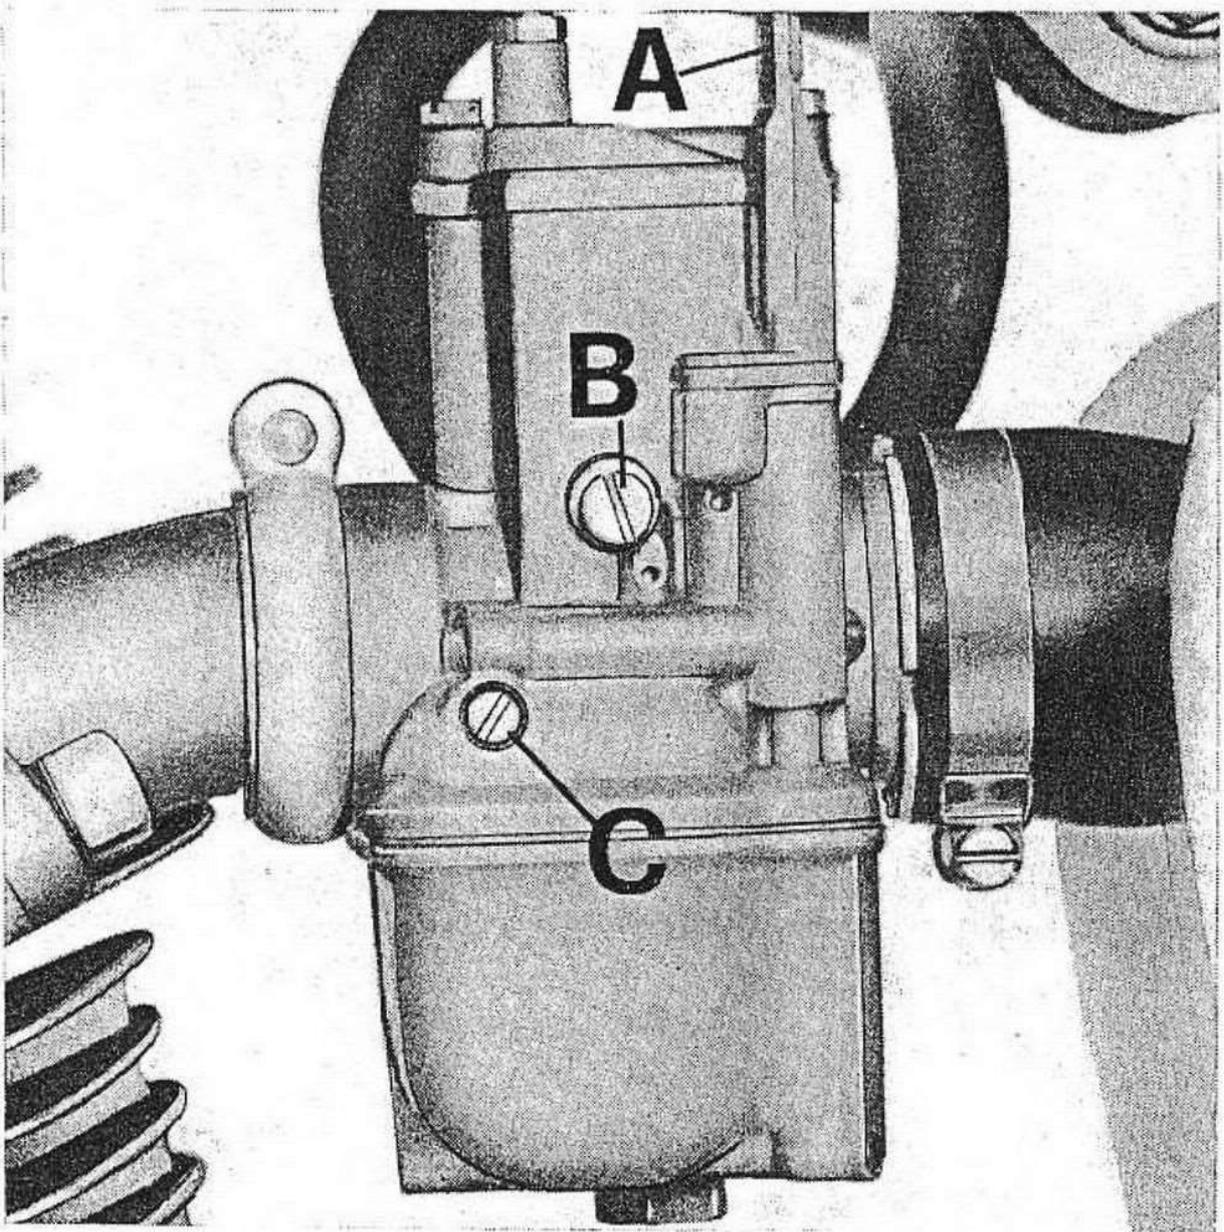

Fig. 14
- Levetta comando dispositivo per facilitare l'avviamento a MOTORE FREDDO a sinistra sul carburatore stesso (vedere A di fig. 14).
Per la partenza a MOTORE FREDDO azionare la levetta (A di fig. 14) portandola in posizione di avviamento (verticale). Dopo qualche secondo nella stagione calda, e qualche minuto, nella stagione fredda, che il motore è avviato, portare detta levetta in posizione di marcia (orizzontale).
### Regolazione della carburazione (ved. fig. 14)
- 2) Controllare che la levetta comando dispositivo di avviamento (A di fig. 14) sia in posizione di marcia (orizzontale).
- 3) Avviare il motore e portarlo a temperatura di funzionamento (MOTORE CALDO), avvitare a fondo la vite di regolazione minimo benzina (C) e svitarla successivamente di  $3/4$  di giro.
- 4) Agire sulla vite (B) fino ad ottenere un regime di circa 1000 giri/1'.